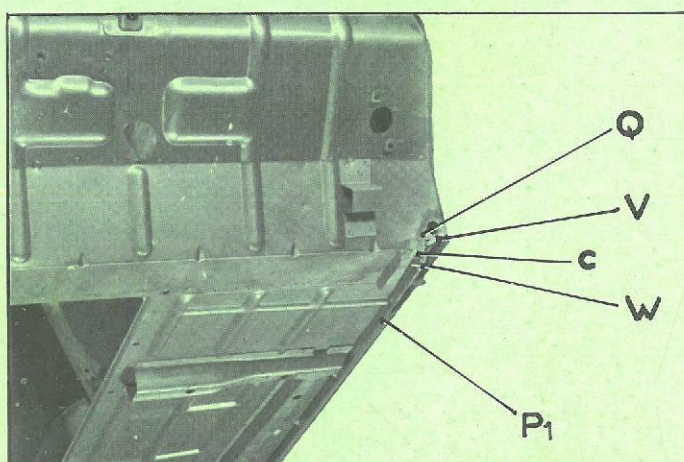

Fig. 6
- WX (fig. 6 et 7)
- Q (fig. 6)
- V (fig. 6)
- c (fig. 6)